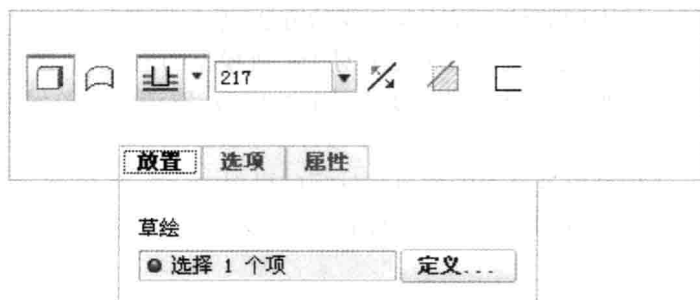

图 1-3 【拉伸】工具操控板
(4) 选择【模型】选项卡→【形状】命令组→【拉伸】,Creo Parametric 2.0 将弹出如图 1-3 所示的【拉伸】工具操控板。
(5) 单击操控板【放置】选项卡上的 **定义...** 按钮,直接进入“草绘器”环境,准备创建将要拉伸的二维截面。